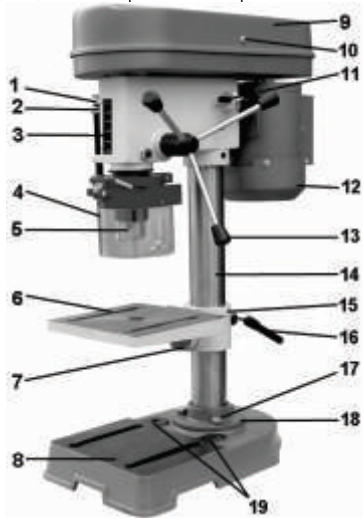

Рис. 2
- 6.1. Станок сверлильный вертикальный состоит из следующих сборочных единиц и деталей, Рис.2,3:
Перед использованием станка, его необходимо закрепить на ровной поверхности верстака (рабочего стола) при помощи двух резьбовых соединений (не комплектуются) через отверстия (19) в основании (8), Рис.2. Обязательно используйте при креплении плоскую и пружинную шайбы на каждый болт (не комплектуются).
- 9.1. Установите на ровную прочную поверхность верстака основание (8) станка, Рис.2.
- 9.2. Установите на основание (8) колонну (14), Рис.2 и закрепите опору (18) колоны (14) тремя прилагаемыми болтами (17), Рис.2.
- 9.3. Установите рабочий стол (6) на колонне (14), положение зажимной муфты (15) закрепите ручкой фиксации (16), Рис.2.
- 9.5. Установите ручки подачи (13), Рис.2,4.
- 9.7. Установите сверлильный патрон (5), Рис.2, на шпиндель станка, (предварительно необходимо удалить с его поверхности смазку, а также очистить от смазки внутреннюю посадочную поверхность сверлильного патрона (5), Рис.2). Закрепите сверлильный патрон (5), Рис.2, на шпинделе легким ударом через деревянный брусок, кулачки сверлильного патрона (5) при этом должны быть сведены.
10.2. Перед тем как включить станок, проверьте надёжность закрепления верхнего кожуха (9) винтом (10), Рис.2. Ключ к сверлильному патрону **не должен** оставаться в сверлильном патроне (5), Рис.2. Режущий инструмент (сверло) в сверлильном патроне (5) должен быть хорошо закреплён. Если режущий инструмент (сверло) не установлен, то кулачки сверлильного патрона (5) должны быть сведены, Рис.2.
10.4. Контроль глубины сверления «глухих» отверстий производится по шкале (3) и указателю (1), Рис.2.
Регулировка (ограничение) глубины сверления производится гайками (2), Рис.2.
10.5. Установка высоты рабочего стола (6) задается перемещением зажимной муфты (15) на колонне (14). Перед изменением положения зажимной муфты (15) на колонне (14) необходимо ослабить её положение ручкой фиксации (16). После установки рабочего стола (6) на необходимую высоту ручкой фиксации (16) надёжно закрепите положение зажимной муфты (15), Рис.2.
10.6. При открытии кожуха (9) ременной передачи, Рис.2,8, станок отключится. Включение станка возможно только после закрытия кожуха (9) ременной передачи, Рис.2,8 и нажатия на зелёную кнопку ВКЛ (21), Рис.2. (см. п.10.3.). Если станок не включается, выполните регулировку положения кулачка (36).
10.7. Перемещение шпинделя производится ручкой подачи (13), Рис.2. При сверлении отверстий контролируйте величину подачи режущего инструмента во избежание контакта режущего инструмента с тисками (26) или рабочим столом (6), Рис.2,5.
10.9. Для установки угла поворота поверхности рабочего стола (6) относительно режущего инструмента необходимо:
- ослабить болт крепления поворотного фланца (7) к зажимной муфте (15), Рис.2;
- по показаниям шкалы (25) установить и закрепить положение рабочего стола (6), Рис.2,4.